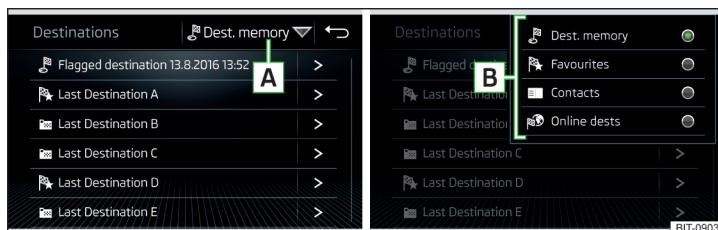

Fig. 219 Liste des destinations enregistrées / sélectionner les catégories des destinations enregistrées
- ▶ Appuyez sur la touche de fonction [A] » fig. 219 et sélectionnez l'une des catégories de destinations enregistrées suivantes [B] » fig. 219.